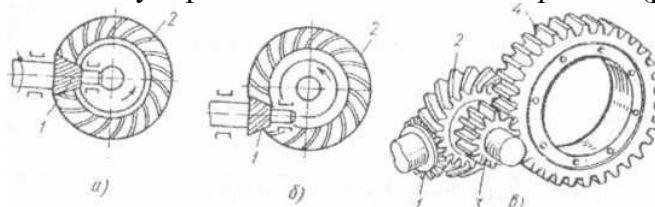

Рис. 20.1. Типы главных передач.
1. Обозначьте в соответствии с нумерацией детали главной передачи (рис. 20.1).